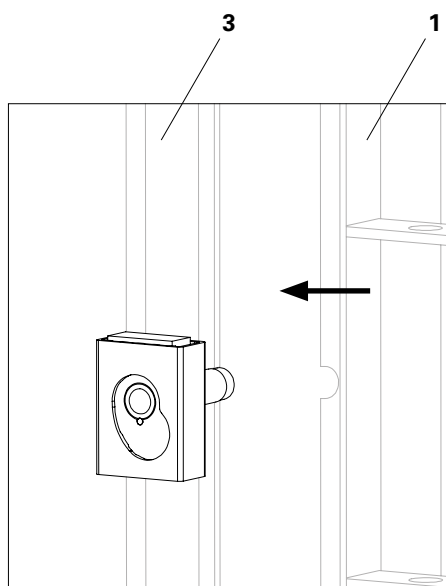

Fig. B1.06
5. Con l'aiuto di una seconda persona, posizionare e tenere il successivo telaio per parete UNO Plus (1) a destra del telaio angolare interno UNO Plus (3) (Fig. B1.06) e tenerlo fermo.